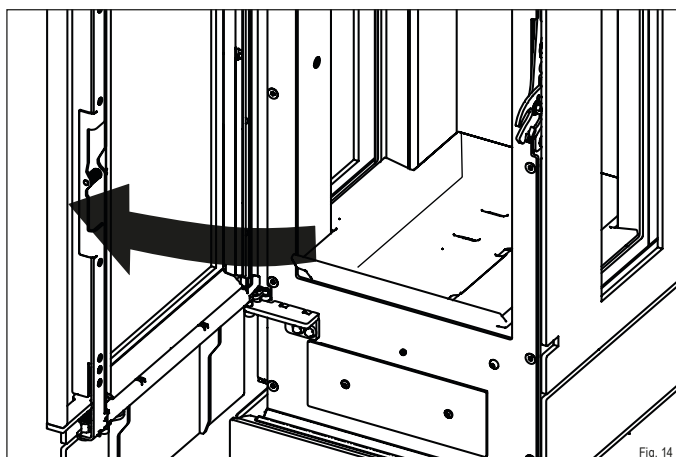

Fig. 14
- ▶ Ouvrez la porte du foyer (Fig. 14).
- ▶ Ouvrez la porte de commande (Fig. 14).